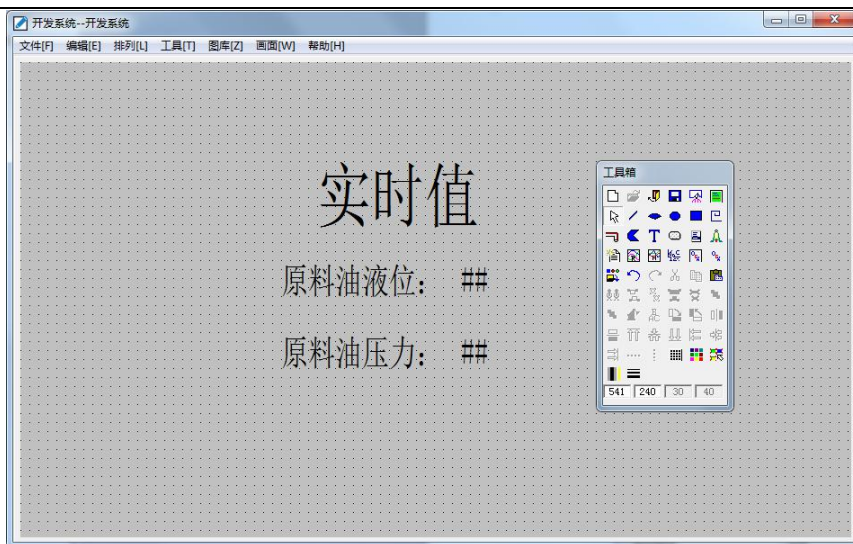

图 12-13 实时显示画面
2、在实时显示画面中，选择工具箱中的 **T** 工具，在画面上输入显示的文字，并添加一个换面切换按钮。画面内容见图 12-13 所示，在按钮“弹起时”的动画连接中，输入命令语言：`ShowPicture("历史趋势曲线画面")`;